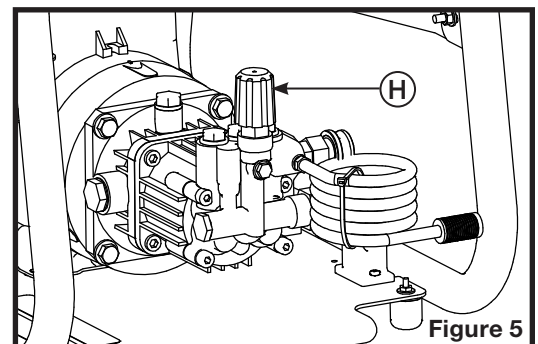

Figure 5
7. La pression peut être ajustée par le régulateur haute pression (H sur la figure 5) jusqu'à 1200 lb/po².